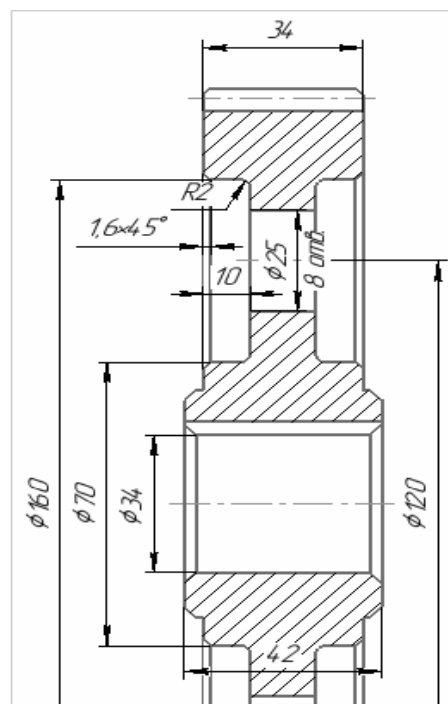

Рис. 14.17. Результат построения кольцевого паза и кольцевых отверстий
8.3. Нажмите кнопку «ОК» – чертеж зубчатого колеса представлен на рис. 14.17.